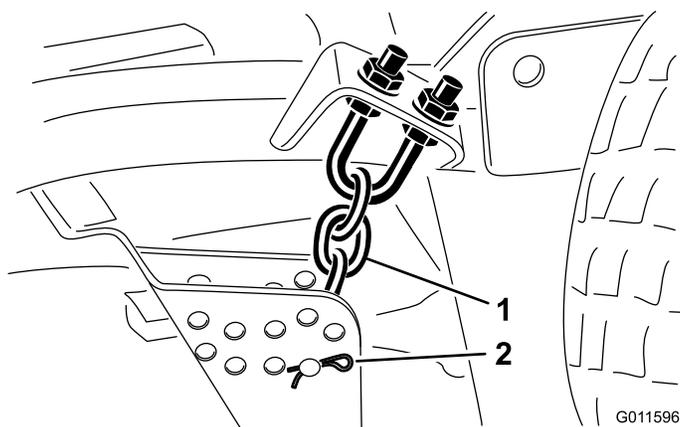

Figura 18
- Retire o contrapino tipo grampo e pino de segurança que fixam as correntes da altura de corte à traseira da unidade de corte (Figura 18).